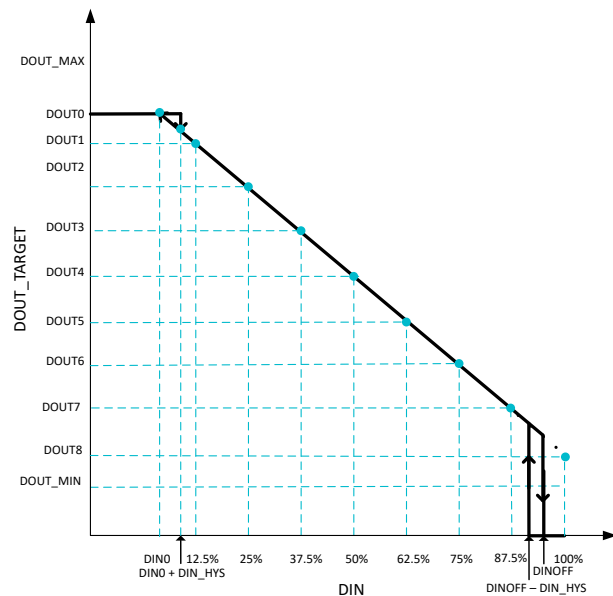
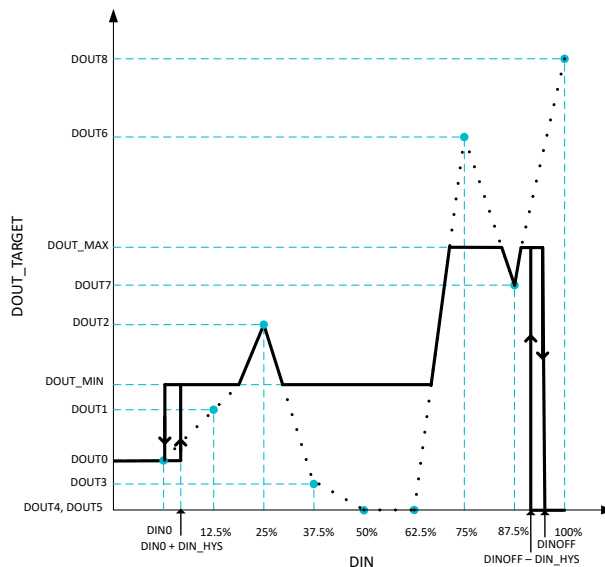

图 6-4. 占空比曲线 — 负斜率
图 6-5. 占空比曲线 — 混合斜率
- **DOUTx** : DOUTx 在输入占空比的固定间隔处设置输出占空比。DOUT1 设置在 $DIN = 12.5\%$ 时的目标输出占空比，DOUT2 设置在 $DIN = 25\%$ 时的目标输出占空比，依此类推，直至 DOUT8 设置在 $DIN = 100\%$ 时的目标输出占空比。DOUTx 可用于配置正斜率占空比曲线，如 占空比曲线 所示。DOUTx 也可用于配置负斜率，如 图 6-4 中所示。DOUTx 也可用于配置混合斜率 (正、负和零斜率) 占空比曲线，如 图 6-5 所示。